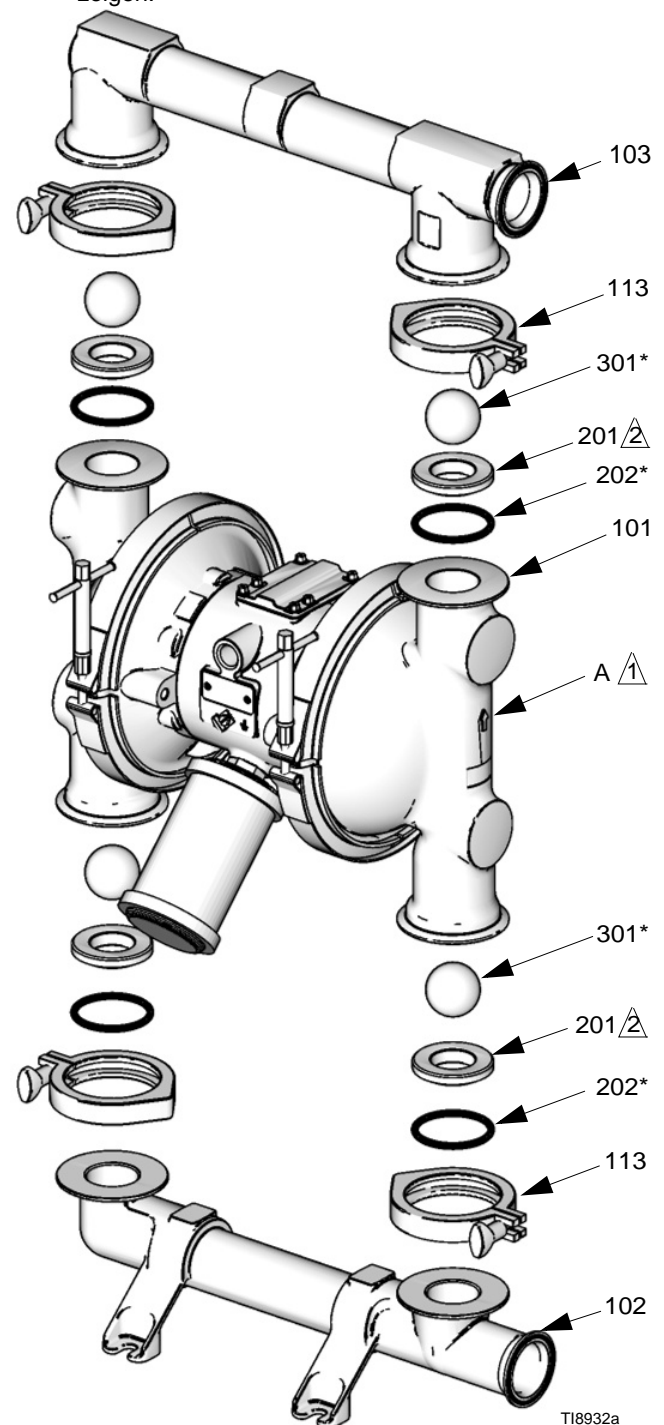

FIG. 9
- Um sicherzustellen, dass die Kugeln (301) richtig sitzen, die Sitze (201) bei Austausch der Kugeln stets mit austauschen. Die Sitze nach Bedarf austauschen, falls die Sitzflächen Zeichen von Verschleiß aufweisen. Die O-Ringe (202) ebenfalls nach Bedarf austauschen. O-Ringe aus PTFE sollten jedes Mal ausgetauscht werden, wenn die Verteiler abgenommen werden.
3. Die Klammern (106) abnehmen, mit denen das Auslasssammelrohr (103) an den Materialabdeckungen (101) gehalten wird. Siehe FIG. 9.
4. Die O-Ringe (202), Sitze (201) und Kugeln (301) aus dem Sammelrohr (103) ausbauen.
5. Die Pumpe umdrehen und den Einlassverteiler (102) ausbauen. Die O-Ringe (202), Sitze (201) und Kugeln (301) von den Materialabdeckungen (101) abnehmen.
2. In umgekehrter Reihenfolge wieder zusammenbauen, dabei die Hinweise in FIG. 9 beachten. Sicherstellen, dass die Kugelrückschlagventile und Verteiler **genauso** zusammgebaut werden, wie dargestellt. Die Pfeile (A) auf den Materialabdeckungen (101) **müssen** zum Auslass-Verteilerrohr (103) zeigen.
- ⚠ Pfeil (A) muss zum Auslassverteiler (103) zeigen.
- ⚠ Die abgerundete Sitzoberfläche muss zur Kugel (301) zeigen. Die große Fase am AD muss zum O-Ring zeigen.